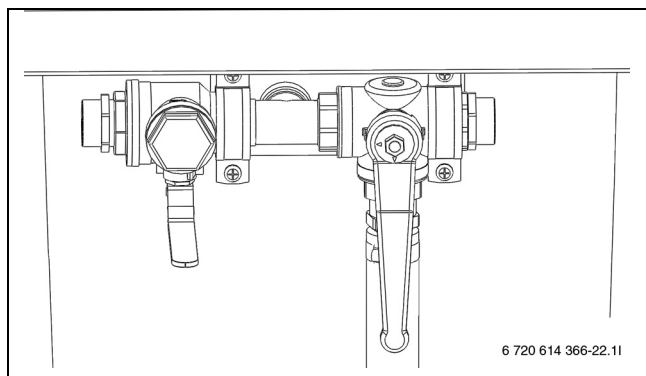

Fig. 15 Stazione di riempimento in posizione di miscelazione
- Posizionare le valvole della stazione di carico e sfiato automatico in posizione di miscelazione (→ fig. 15).